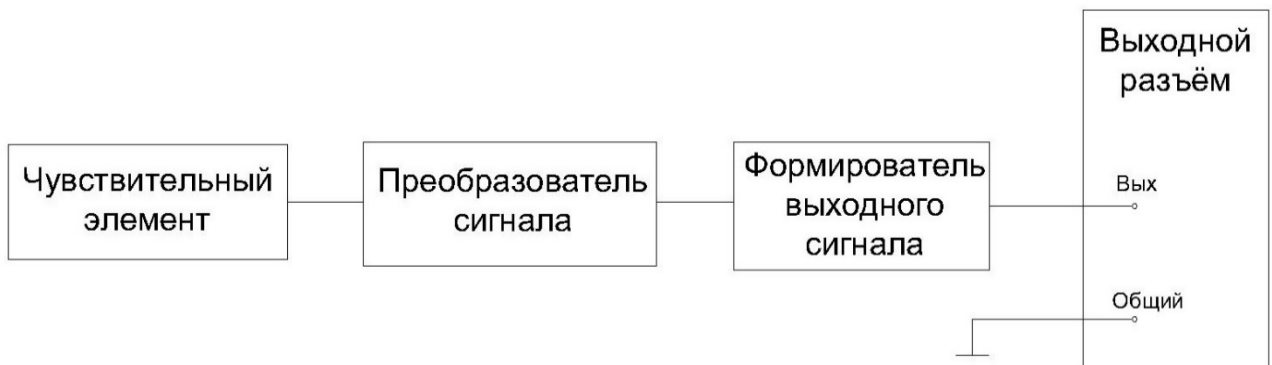

Рис. 1 Структурная схема вибропреобразователей серии ВК-310.
1.5.3. Обобщенная структурная схема вибропреобразователей приведена на рис. 1.